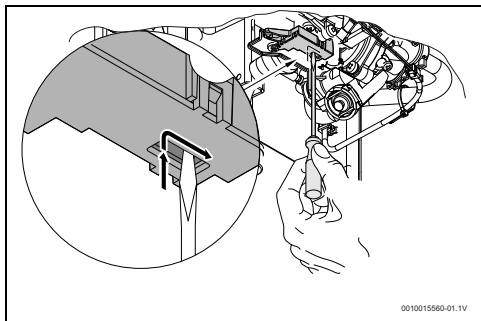

Fig. 24 Remettre le micro-interrupteur en place
- Positionner le micro-interrupteur selon la figure 24.